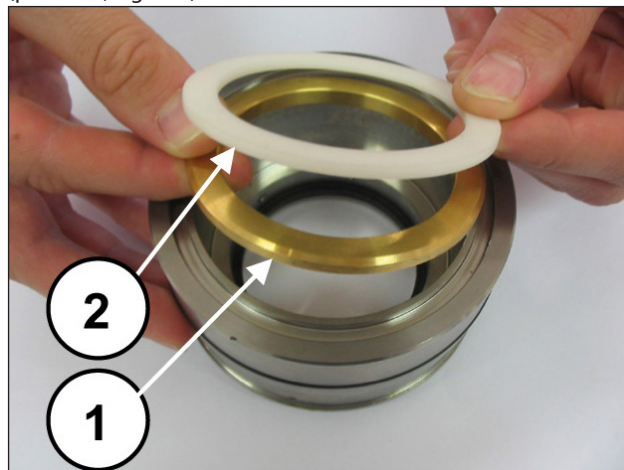
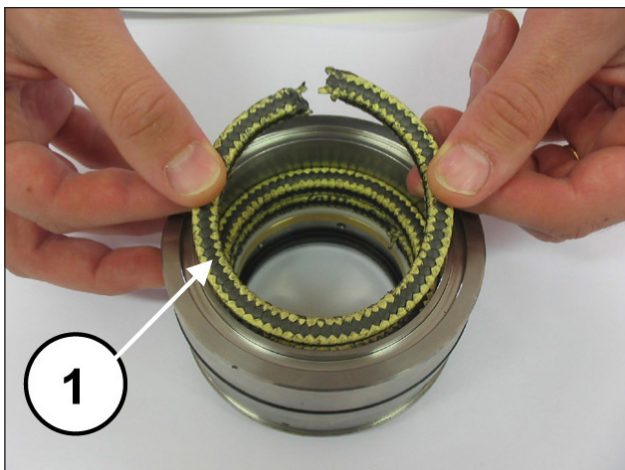
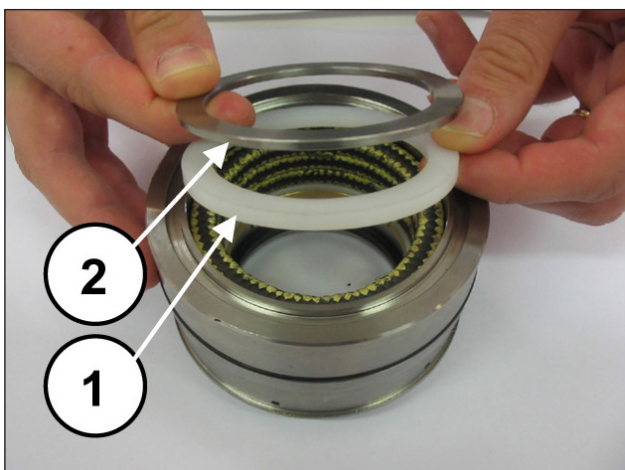

Fig. 165
Fig. 166
Fig. 167
Montar la anilla de soporte y la anilla anti extrusión (pos. ①②, Fig. 165), las tres arandelas de prensaestopas de manera que las incisiones se encuentren a 120° entre sí (pos. ①, Fig. 166), el retén de las arandelas de prensaestopas y la anilla del muelle (pos. ①②, Fig. 167).